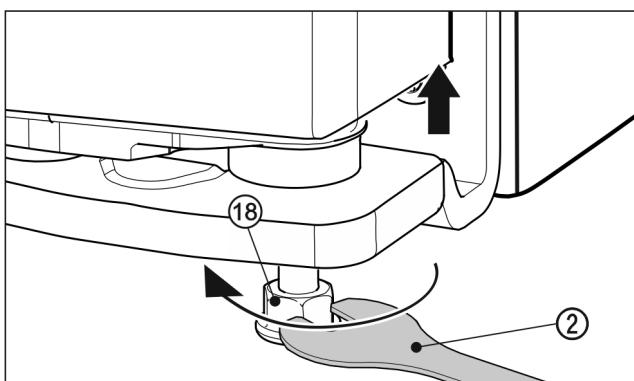

Fig. 22
- Zum Anheben der Tür den Stellfuß Fig. 22 (18) mit dem beiliegenden Gabelschlüssel Fig. 22 (2) rechts herum bis Kontakt auf Fussboden herausdrehen. Dann weiter drehen bis die Tür in der Höhe verstellt ist. Im Auslieferungszustand ist der Lagerbolzen ganz eingedreht.